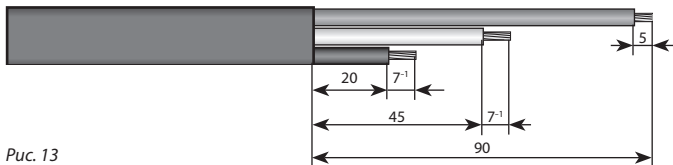

Рис. 13
6.2.1. Снять оболочку с конца установочного провода на длине 90 мм (рис. 13).